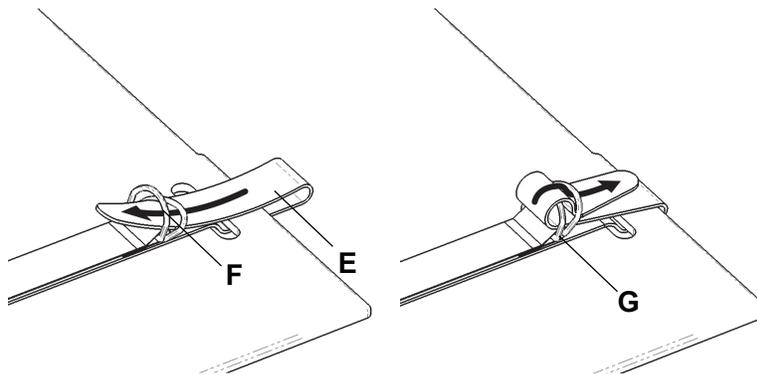
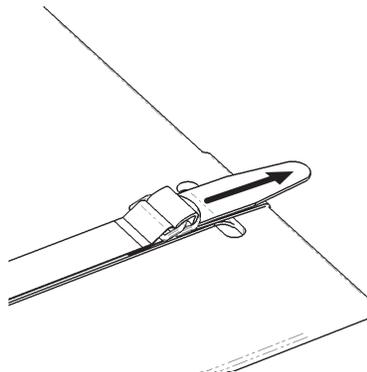

Figure 5 – Sangle d’arrimage
Figure 6 – Tirer la sangle d’arrimage
9. Passer la sangle d’arrimage (E) à travers les anneaux en D (F) (Figure 5).
10. Passer la sangle d’arrimage entre les anneaux en D (G) en formant une boucle (Figure 5). Tirer la sangle d’arrimage jusqu’à ce qu’elle soit bien fixée (Figure 6).